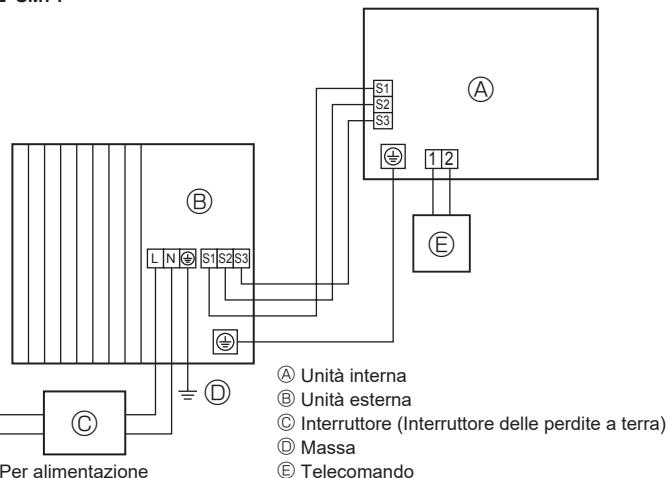
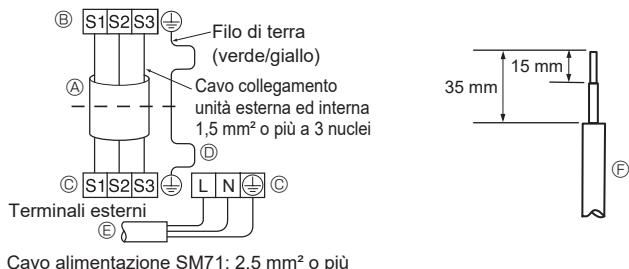
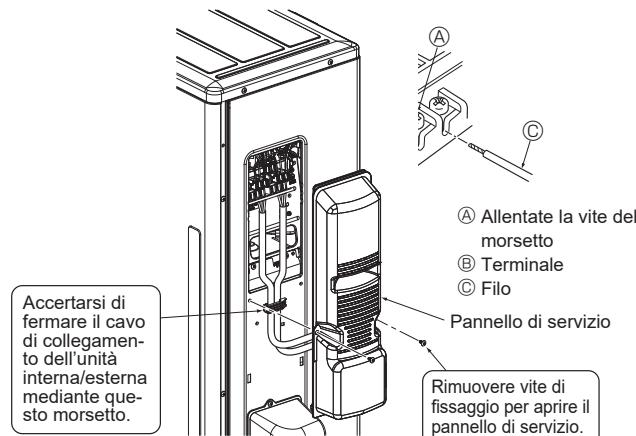

Fig. 6-1
Fig. 6-2
Fig. 6-3
6.1. Unità esterna (Fig. 6-1, Fig. 6-2, Fig. 6-3)
- ① Rimuovere il pannello di servizio.
- ② Collegare i cavi facendo riferimento alla Fig. 6-1, Fig. 6-2 e Fig. 6-3.
- Eseguire i collegamenti elettrici seguendo lo schema ripreso qui sotto a sinistra (Procurarsi il cavo localmente). (Fig. 6-2)